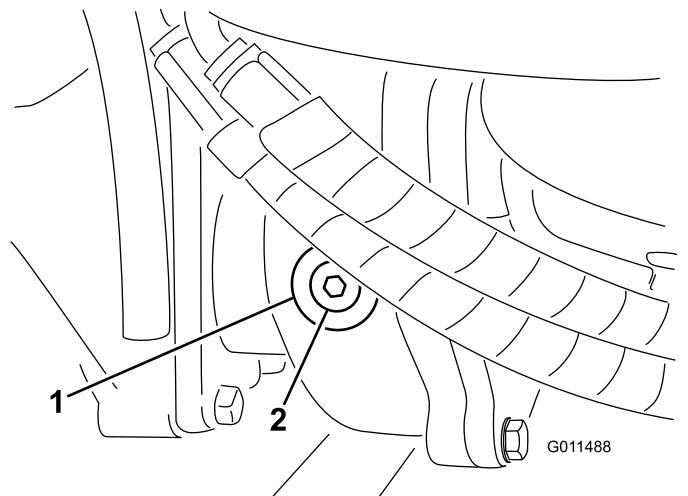

图 70
2. 从齿轮箱的左侧取出检查/注油塞图 70 确保润滑剂向上直至孔的底部。如果润滑剂过少请添加足够的润滑剂直至液位达到孔的底部。